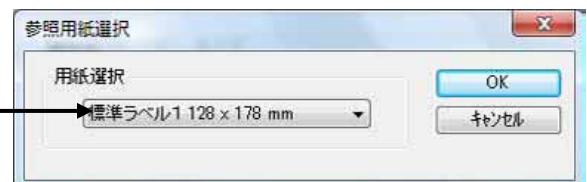

図 1.4.4. 「参照用紙選択」画面
(19) 各設定値を登録済みの用紙から参照します。クリックすることにより、図 1.4.4 に示す画面が表示されます。